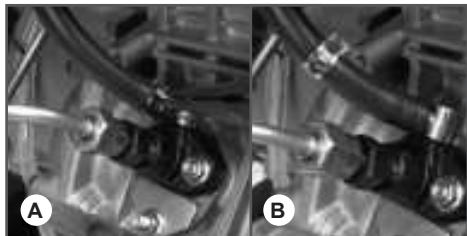

Рис. 9 Хомут топливного шланга
2. Сожмите плоскогубцами хомут топливного шланга со стороны топливного насоса (Рис. 9А) и сдвиньте хомут в сторону (Рис. 9В).